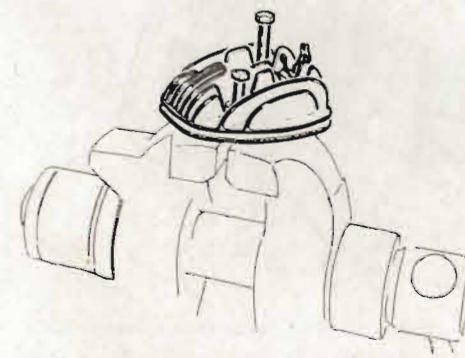

Fig. 7
- Fixer la culasse à l'étau au moyen de 2 boulons (voir fig. 7).